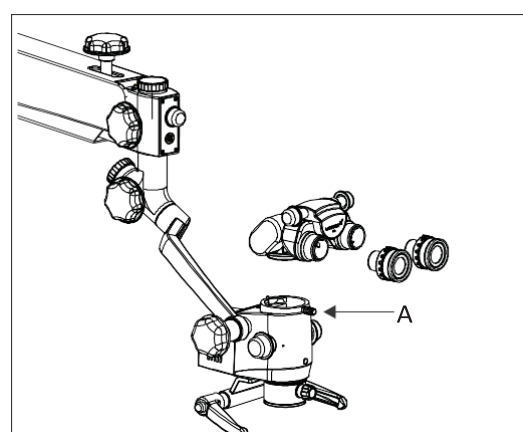

Fig. 6
7.6 Installez la tête binoculaire et les oculaires sur le Magnichanger. Fixez la tête binoculaire avec la vis de verrouillage de la tête illustrée par (A) sur la Fig.6.